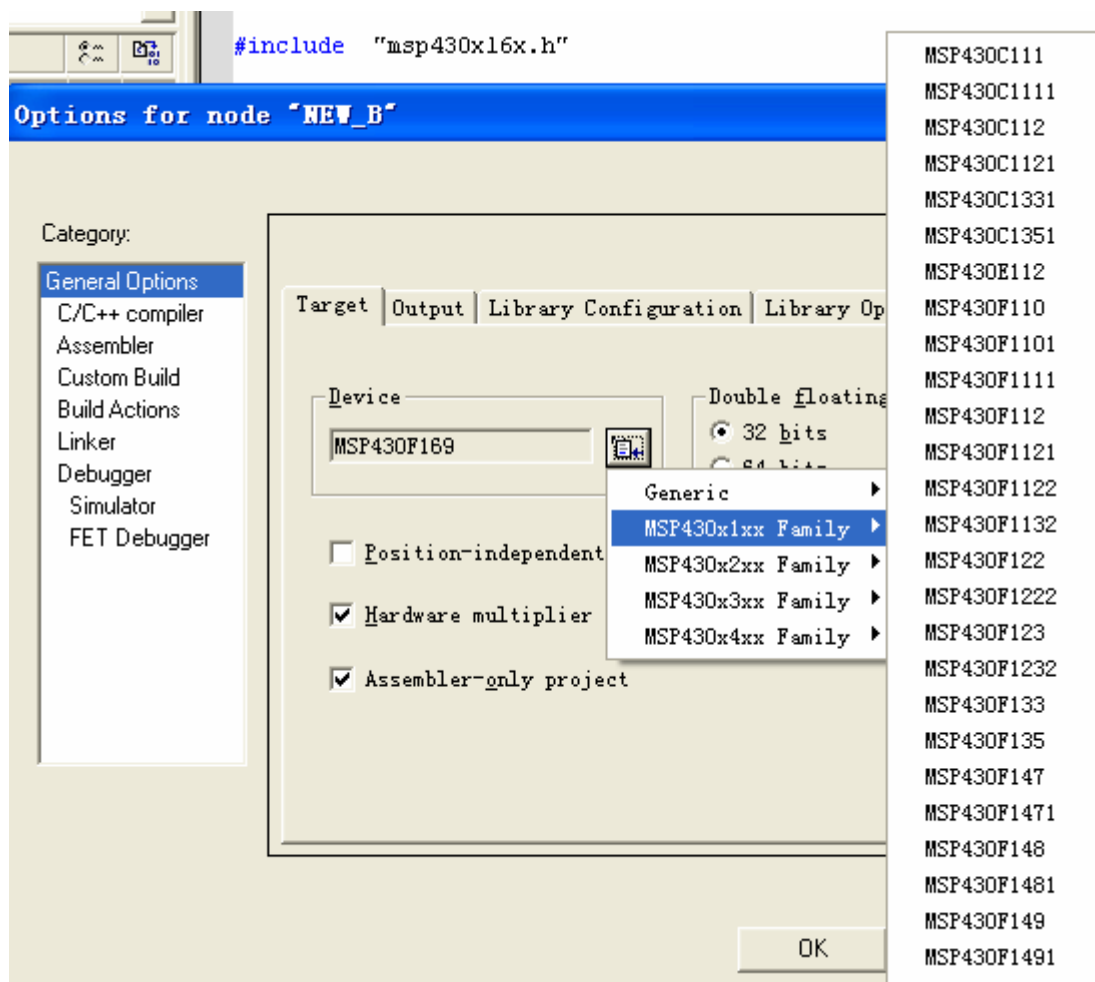

图 8
- 在 General Options 的 Target 选项卡中选择器件型号和 Assamble only project 见图 8